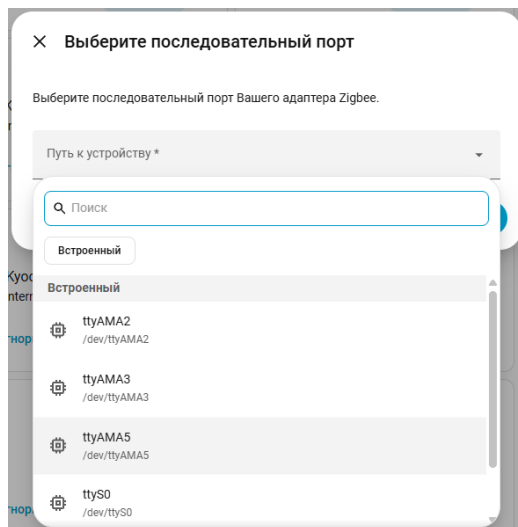

Рис. 3.18. Окно выбора адаптера Zigbee
7. Выбираем ttyAMA5 (рис. 3.18), ожидаем окончания настройки.